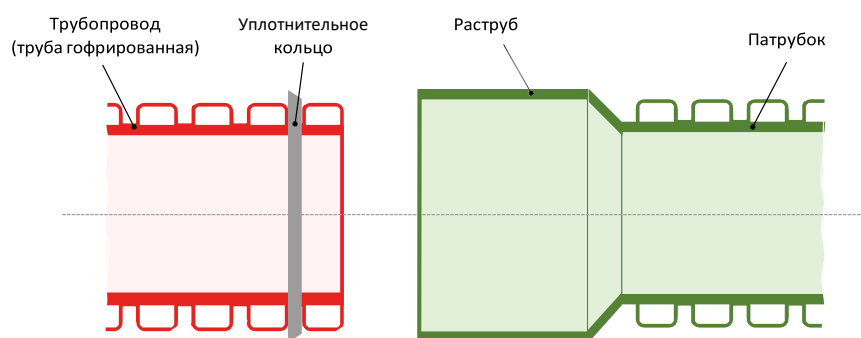

Рис. 8. Соединение с помощью раструба
1. Гофрированная труба колодца с раструбом и гофрированная труба внешней сети, соединённые с помощью раструба. Соединение предусматривает применение уплотнительного кольца (прокладки), установленного в первом (от торца) углублении гофрированной трубы (рис. 8). Уплотняющий профиль кольца должен быть направлен в сторону, противоположную раструбу.